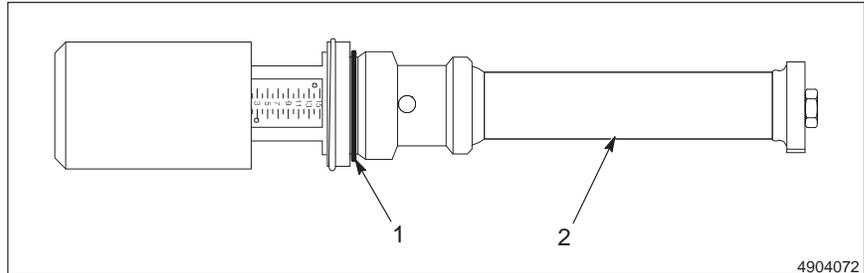

Fig. A 6-5 Inspeccionar o Anel O e a Tela do Filtro
2. Ver a Figura A 6-5 e a Tabela A 6-2. Inspeccionar o anel O (1) e a tela do filtro (2).